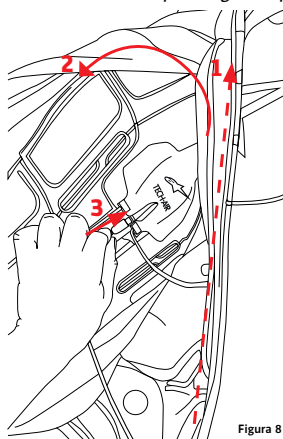

Figura 8
*Suggerimento: Quando il Tech-Air™ Race Airbag System è installato in una tuta in pelle, la porta Micro USB è facilmente accessibile aprendo una delle cerniere della tuta (1) e sollevando il Vest parzialmente verso l'esterno (Vedi figura 8).*
*Suggerimento: È più facile accedere all'interruttore principale (8) aprendo una delle cerniere di fissaggio del Gilet (1) e sollevando parzialmente il Gilet fuori dalla tuta (Vedi figura 8). Dopo l'accensione dell'interruttore generale, la cerniera di fissaggio del gilet deve essere naturalmente ricollegata.*